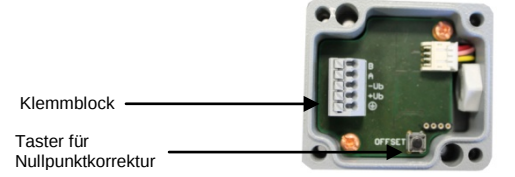

Abb. 3 Anschluss Schaltbild
Der DPT 100 kann über eine Taste Nulliert werden. Drücken Sie dazu die Taste (Abb. 3) ca. 3 Sekunden.
2. Drücken Sie die Taste (Abb. 3) ca. 3 Sekunden!